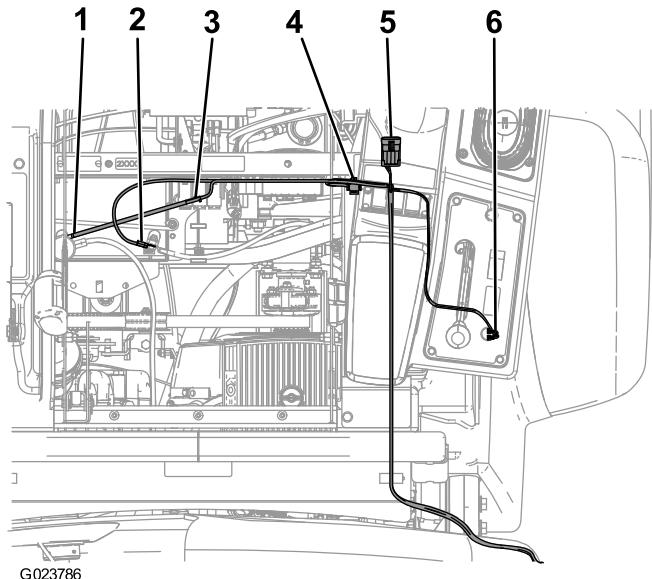

Figure 4
- Connectez le bouton du dévidoir au faisceau, et montez le bouton et l'écrou étanche sur le panneau de console arrière (Figure 4).
- Branchez le connecteur proche dans la prise du dévidoir sur le faisceau principal situé sous la partie avant du bras de commande (Figure 4).
- Reliez l'élément fusible au fil rouge branché à la borne positive (+) de la batterie (Figure 4).
- Raccordez l'autre extrémité du faisceau à la masse du porte-fusibles (Figure 4).